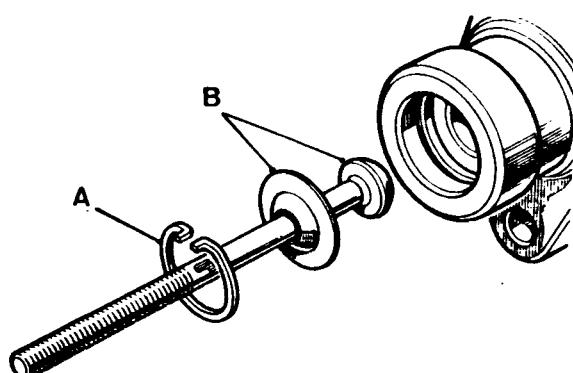
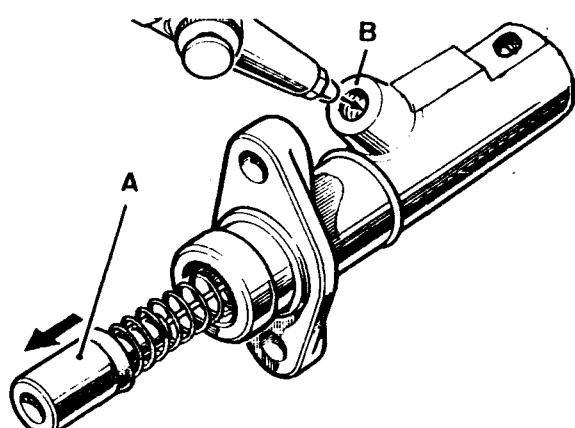

Fig. B-8 Desmontaje de la varilla de empuje
Fig. B-9 Desmontaje del émbolo del cilindro principal
- 1.1. Una vez separado el cilindro principal de su soporte, se extraerá el arillo fia dor (Fig. B-8), la varilla de empuje y la arandela. Retirar el conjunto del émbolo (Fig. B-9), inyectando, si fuese necesario, aire a baja presión por el agujero, para acoplamiento de la tubería de salida del líquido, con el fin de expulsar el émbolo.